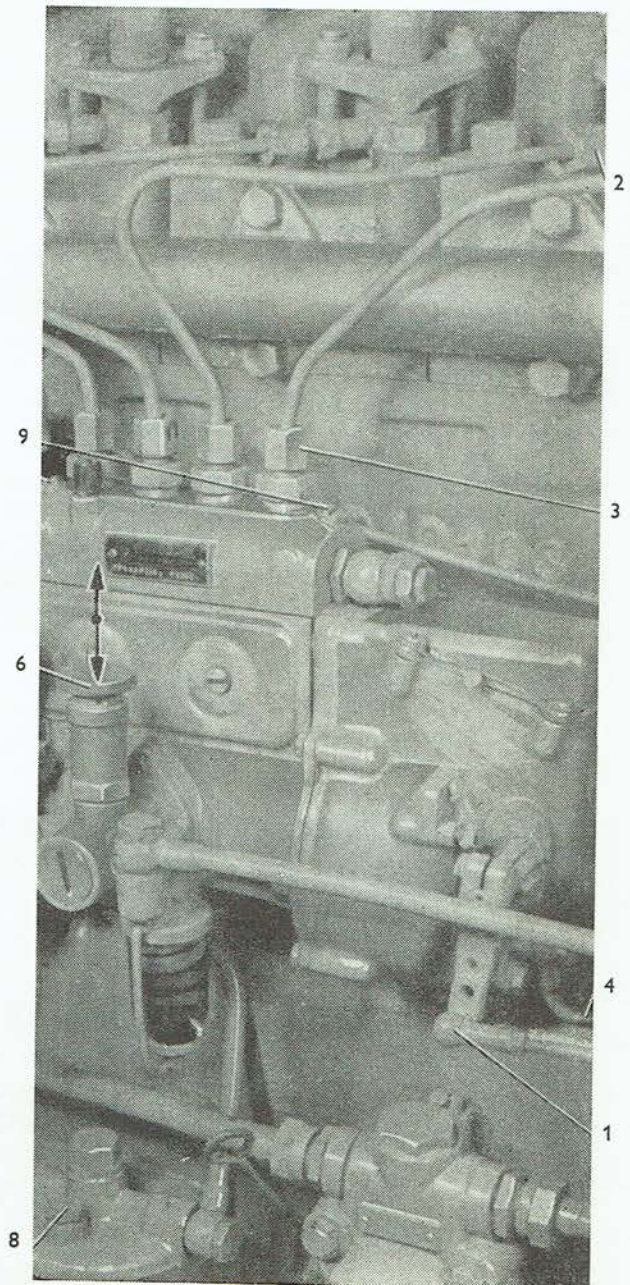

Abb. 33
7. Die Zugstange der Kraftstoffregelung (Abb. 33/1) wird durch Abziehen aus dem Kugelzapfen des Reglerhebels entfernt.
8. Die Überwurfmutter zu den Einspritzventilen (Abb. 33/2) sind zu lockern und die Überwurfmutter an der Einspritzpumpe (Abb. 33/3) abzuschrauben. Die Einspritzrohre sind von der Pumpe abzubiegen.
9. Das Abflussrohr (Abb. 33/4) vom unteren Reglerenteil ist zu lösen.